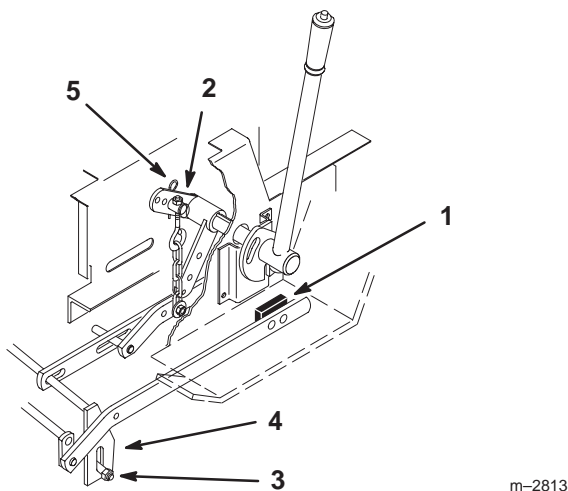

Figure 18
4. Si les pare-chocs ne touchent pas les repose-pieds, réglez la chaîne de levage en tournant l'écrou sur le boulon à œil dans le trou arrière du dispositif de levage du tracteur (Fig. 18). Tournez l'écrou dans le sens horaire pour élever le plateau de coupe et dans le sens anti-horaire pour l'abaisser.